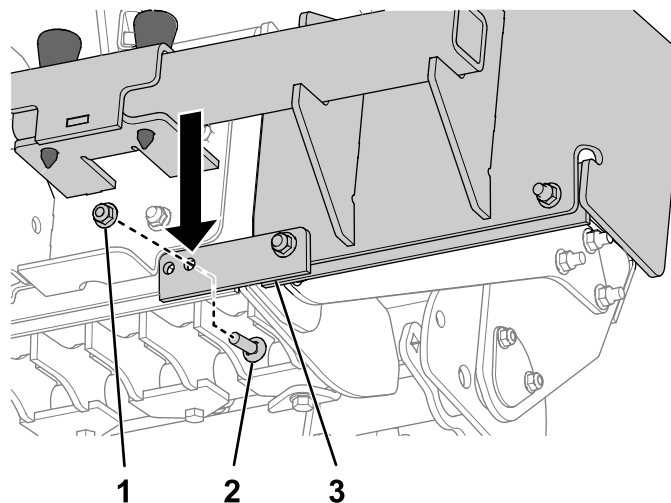

図 3
4. グレーダボックスの図 3 の位置にあるキャリッジボルトとロックナットを外す。
外したボルトとロックナットを使用して、プレートバッカーをグレーダボックスに固定する図 3。左側ボックスブレード延長部にも同じ作業を行う。